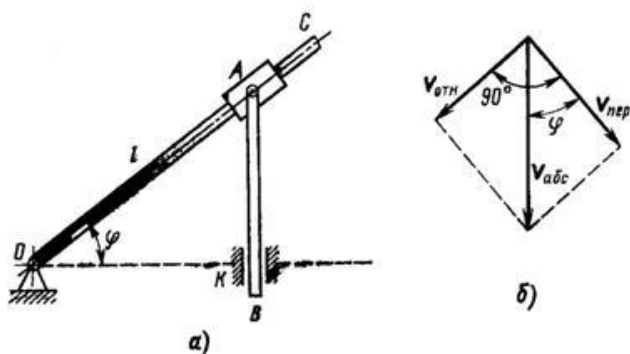

Рисунок 18
1. В кулисном механизме (рис. 18, а) кулиса ОС качается вокруг оси О, перпендикулярной плоскости чертежа. Ползун А перемещается вдоль